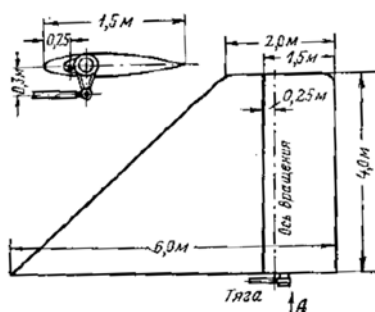
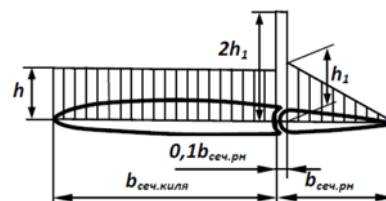

Рис. 2
Рис. 3
1. Под крылом самолёта (рис 1) подвешены 4 двигателя с максимальной тягой $P_{\text{дв. max}} = 50$ кН каждый. Определить расчётную уравнивающую нагрузку на вертикальное оперение в случае остановки двух двигателей с одной стороны, приняв коэффициент безопасности $f = 2$. Распределить эту нагрузку по размаху и площади руля направления (рис. 2) и найти разрушающее усилие в тяге управления. Считать, что воздушная нагрузка распределяется между килем и рулём направления пропорционально их площадям. Распределение воздушной нагрузки по хорде вертикального оперения в рассматриваемом случае представлено на рис. 3.